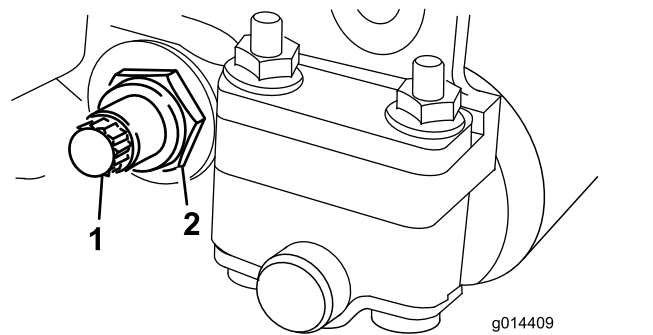

Bild 23
3. Lösen Sie an jeder Seite der Maschine die Klemmmutter, mit der die Schraube des Untermesserträgers befestigt ist (Bild 23).
4. Nehmen Sie jede Schraube des Untermesserträgers ab, damit der Untermesserträger nach unten gezogen und von der Maschine entfernt werden kann (Bild 23).